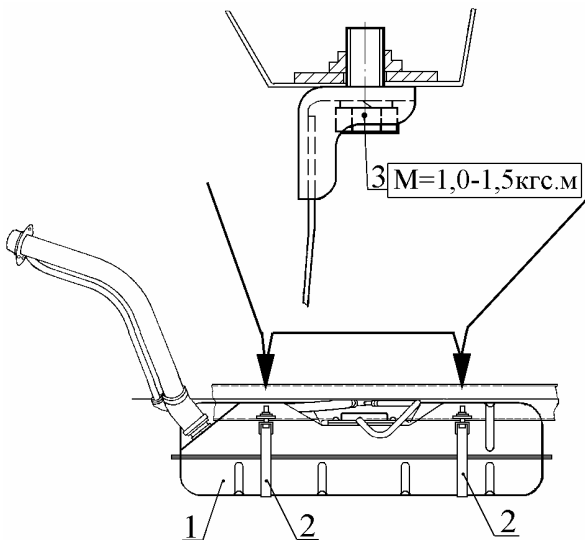

Рис. 46. Установка топливного бака:
1) болты 3 (рис. 46) крепления хомутов 2 топливного бака 1 затянуть с моментом от 10 до 15 Н.м (1,0 - 1,5 кгс.м);